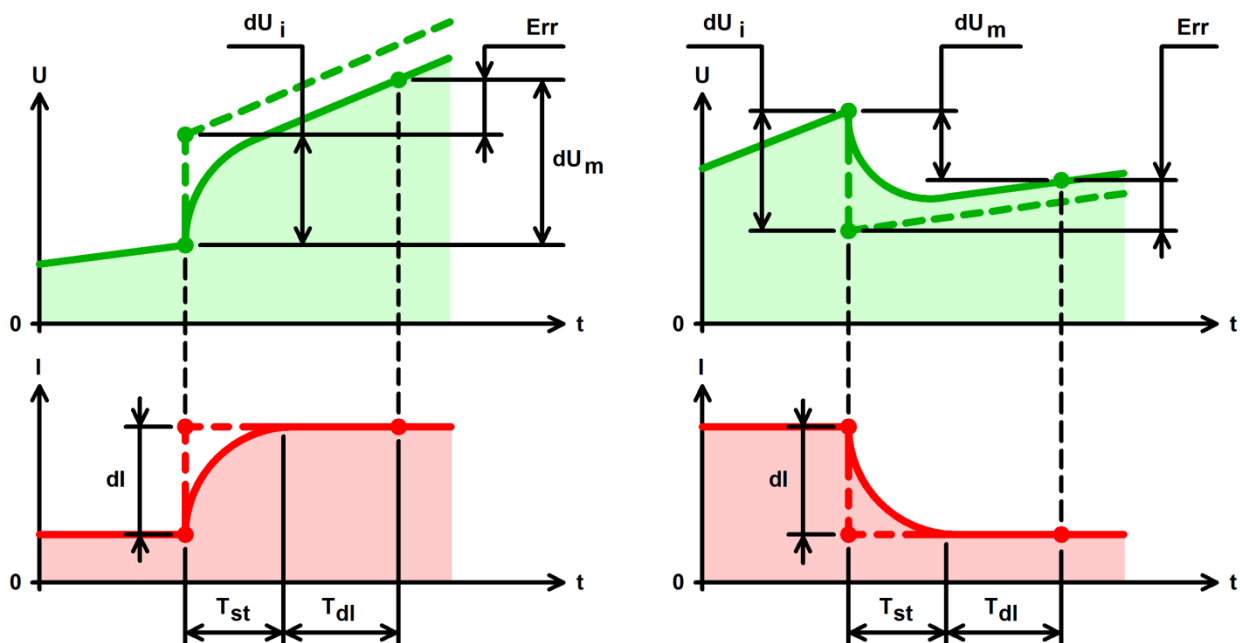

Рисунок 43 - Причины возникновения ошибок при измерении ESR
При измерении ESR в режимах импульсов напряжения, тока, мощности или сопротивления нужно принять во внимание, что изменение тока через ХИТ при смене импульсов не происходит мгновенно, а занимает, в среднем, время T_{st} , от 1 до 10 мс, в зависимости от конкретных условий тестирования и заданных значений параметров (см. рисунок 43). Кроме того, присутствует определенная задержка T_{dl} в измерении и обработке прибором результатов измерений. Все это приводит к запаздыванию получения второго значения напряжения на клеммах ХИТ при определении скачка напряжения dU на суммарное время ($T_{st} + T_{dl}$) от 2 до 20 мс. Как следствие, в полученный результат измерения скачка напряжения dU_m вносятся искажения Err , поскольку
- В некоторых случаях результаты измерения ESR могут быть искажены под влиянием переходных процессов и задержек измерений (см. подраздел 13.3 и рисунок 43).
Способ имеет аналогичные особенности и ограничения, что и способ измерения ESR ХИТ в режимах импульсов напряжения, тока, мощности или сопротивления разряда (см. подраздел 13.3 и рисунок 43).